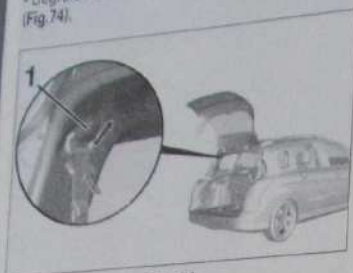

Fig. 74
- Dégrafer le cache (1) comme illustré et le déposer (Fig. 74).